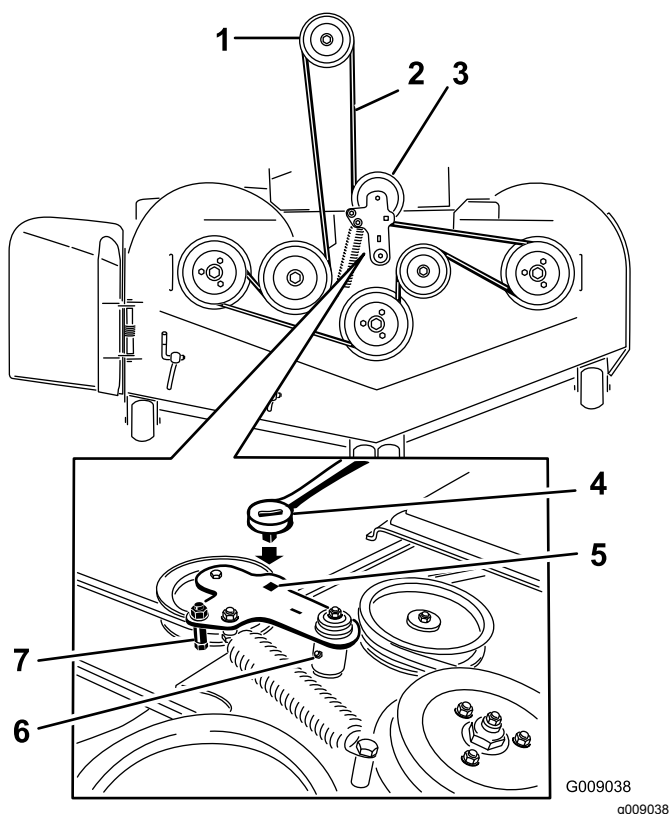

Figure 102
5. Soulevez le bac de plancher et insérez un rochet dans le trou carré de la poulie de tension du tablier (Figure 102).
6. Tournez la poulie de tension dans le sens horaire et déposez la courroie du tablier (Figure 102).